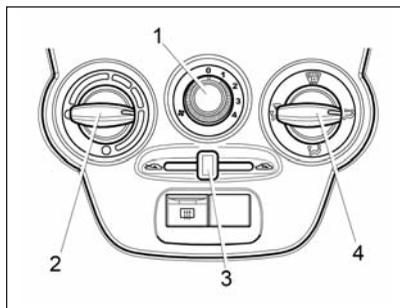

Рис. 38. Блок управления системой вентиляции и отопления
Отопительно-вентиляционная установка автомобиля предназначена для создания в салоне комфортной температуры воздуха, значение которой регулируется блоком управления системой вентиляции и отопления (рис. 38). Однако она не может обеспечить в салоне температуру ниже, чем имеет наружный воздух.
– **рукоятку 4** (см. рис. 38) установить в зависимости от желаемого направления потока;
– **рукоятку 3** (см. рис. 38) перевести в крайнее левое положение ;
– **рукоятку 4** (см. рис. 38) установить в положение ;
– **рукоятку 2** (см. рис. 38) установить в положение подачи максимально теплого воздуха (красная точка) в холодное время года (максимально холодного воздуха в теплое время года, кроме того, рекомендуется включать кондиционер при наличии);
– **рукоятку 1** (см. рис. 38) поставить на скорость в зависимости от степени запотевания стекол.
При мойке автомобиля нельзя включать вентилятор климатической системы, что соответствует положению «0» рукоятки 1 (см. рис. 38).
– **рукоятку 2** (см. рис. 38) установить в положение подачи максимально теплого воздуха;
– **рукоятку 1** (см. рис. 38) поставить на максимальную скорость подачи воздуха в салон.
- **рукоятку 2** (см. рис. 38) установить в положение подачи максимально теплого воздуха;
- **рукоятку 4** (см. рис. 38) установить в желаемое положение направления потоков воздуха;
После мойки автомобиля в холодное время года при температуре окружающего воздуха ниже 0°C рекомендуется включать вентилятор системы вентиляции и отопления салона переключателем 1 (см. рис. 38 и 40) на 3-4 скорость на время около 2-3 минут.